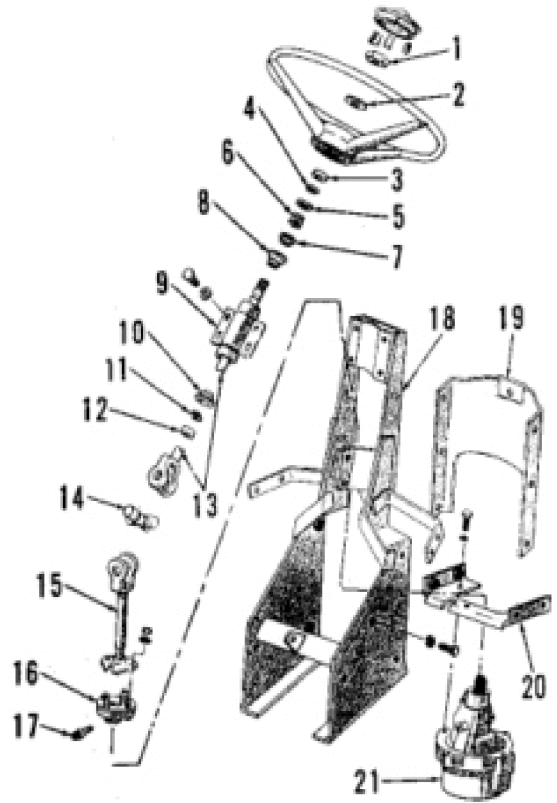

Fig. 46—Exploded view of the Saginaw Hydramotor steering unit. Also refer to Figs. 48 to 51 for photos showing disassembly and reassembly techniques.
61. R&R DEKSEL BEVESTIGENDE SNAP RING. Ga als volgt te werk om de borgring (7 - Afb. 46) te verwijderen waarmee de afdekking (30) aan de behuizing (12) is vastgehouden: Als de unit van de tractor is verwijderd zoals beschreven in paragraaf 59, controleer dan of de eindopening van de borgring zich in de buurt van het gat bevindt, zoals afgebeeld in Fig. 49; zo niet, stoot de borgring in deze positie met hamer en stoot. Steek een ponsstempel in het gat en duw de pons naar binnen om de borgring los te maken van de groef. Houd de stempel onder de borgring en wrik de ring met een schroevendraaier uit het deksel. Gewoonlijk zal de spiraalveer (27 - Afb. 46) de behuizing uit het deksel duwen; zo niet, bump cover